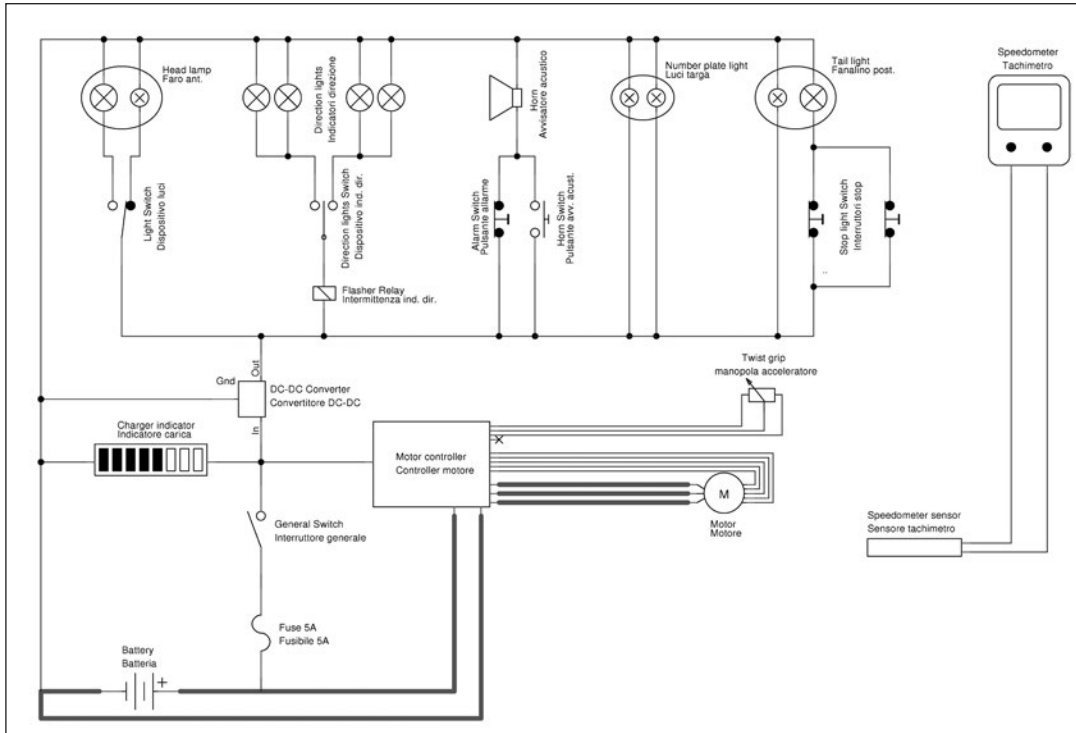

Fig. 80
- Ved schema elettrico (Fig. 80)
- See wiring diagram (Fig. 80)
- Siehe Schaltplan (Abb. 80)
- Voir schéma (Fig. 80)
- Véase el esquema eléctrico (Fig. 80)